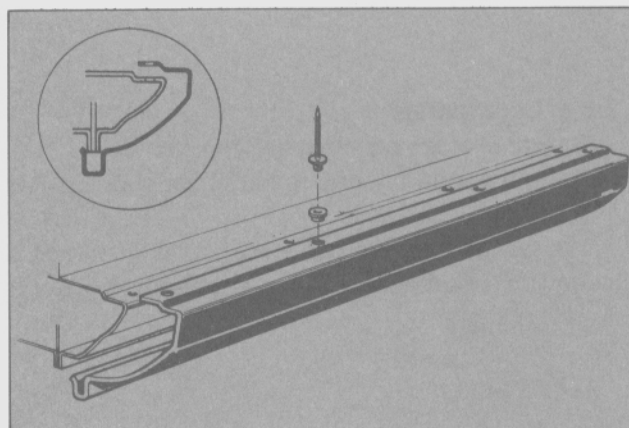

Fig. 53 - Instalación de la moldura del panel del zócalo.
- Retirar los cuatro remaches de sujeción de la moldura al zócalo conjunto (Fig. 53).